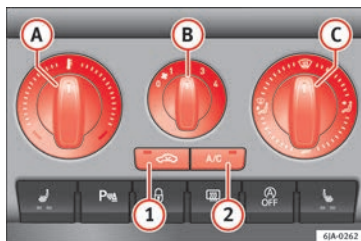

Fig. 170 Aire acondicionado: elementos de manejo.
El sistema de refrigeración funciona solamente si está pulsada la tecla **A/C** **2** » **fig. 170** » **pág. 159**, cumpliéndose a la vez las siguientes condiciones:
- La temperatura aumenta girando el mando **A** » **fig. 170** hacia la derecha.
- Conecte el ventilador girando el mando **B** » **fig. 170** a las posiciones de 1 hasta 4.
- Girando el mando **C** » **fig. 170** se ajusta el acceso de aire a los respectivos difusores » **pág. 157**.
- Pulse la tecla **A/C** **2** » **fig. 170** y el testigo de dentro de la tecla se ilumina.
Si el rotativo  » **fig. 170** está en posición de deshielo, la trampilla de recirculación estará siempre abierta (indicador luminoso apagado).
- Pulse la tecla  » **fig. 170**, el testigo de la tecla se ilumina indicando que se ha activado la recirculación del aire interior del habitáculo.